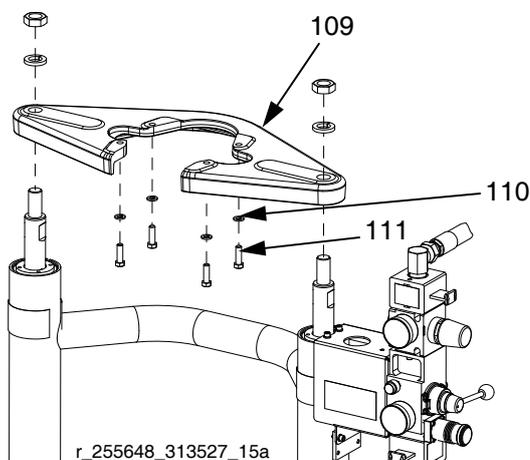

**FIG. 25: NXT 200-1800 con plato de 200 l (55 gal.)**
- b. Para el NXT 200-1800 con plato de 200 l (55 gal.) (unidades de suministro D200 de 7,6 cm [3 pulg.] y D200s de 16,5 cm [6,5 pulg.]): Retire los tornillos (111) y arandelas (110) que fijan el motor al plato de montaje. Vea FIG. 25.
2. *Para el NXT200-1800:* Fije el motor a la ménsula de montaje con los tornillos (111) y arandelas (110). Vea la FIG. 25 en la página 27.
- b. Conecte la manguera de aire al motor. Si usa un DataTrak remoto, conecte las conexiones eléctricas del motor neumático. Vea la FIG. 25 en la página 27.
3. Conecte la manguera de aire al motor. Si usa un DataTrak remoto, conecte las conexiones eléctricas del motor neumático. Vea la FIG. 25 en la página 27.